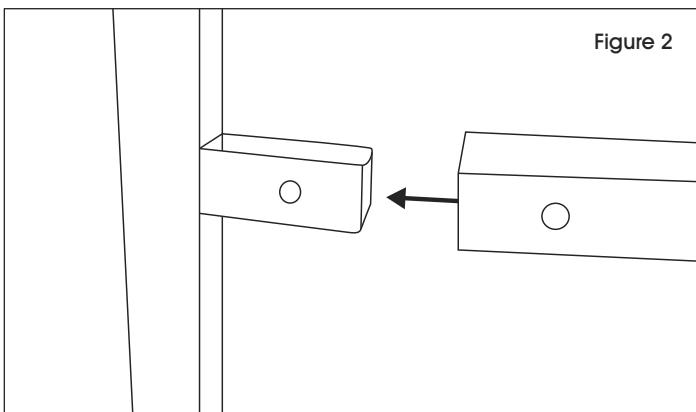

Figure 2
2. Raccordez les barres transversales restantes au même cadre en A en glissant les extrémités sur les languettes du cadre en A et en veillant à ce que les trous soient bien alignés. (Voir Figure 2)